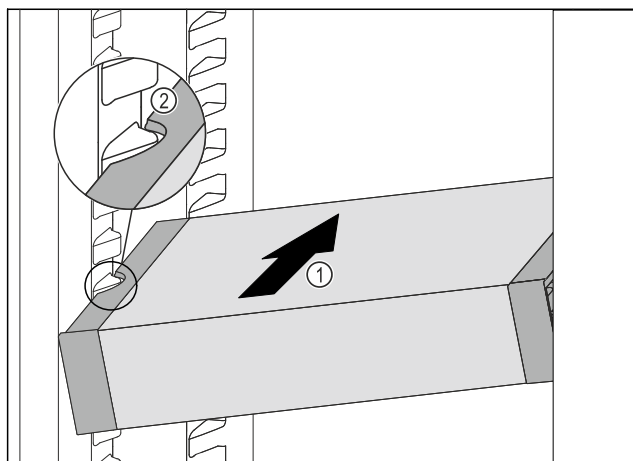

Fig. 189
- Împingeți VarioSafe oblic în frigider Fig. 189 (1), până când degajările laterale Fig. 189 (2) ale VarioSafe se află la înălțimea nervurii recipientului din frigider.